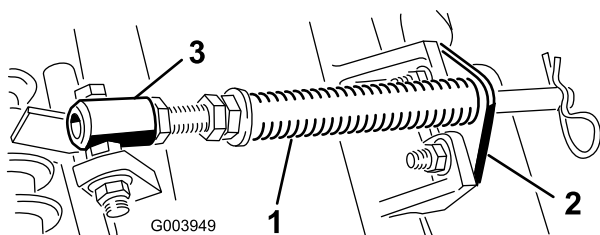

**Figure 4**
4. Veillez à monter le contrepoids (Figure 4) du bon côté du tablier de coupe, comme expliqué dans le *Manuel de l'utilisateur* du tablier de coupe.